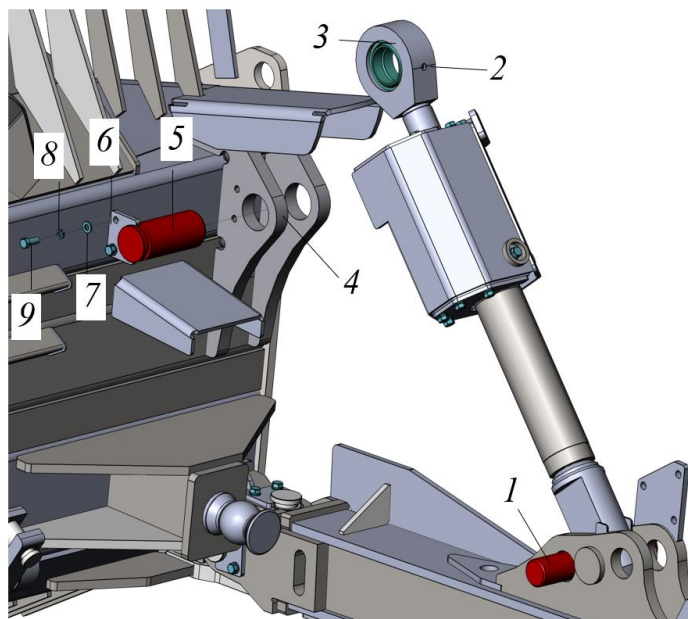

Рисунок 3.126. Крепление гидроцилиндра перекоса к зеркалу
- ▶ Придерживая гидроцилиндр перекоса извлечь фиксирующий палец 1, совместить проушину гидроцилиндра 3 с проушинами в зеркале отвала 4, установить палец 5 (см. рис. 3.126). Палец 5 зафиксировать при помощи стопора 6, шайб 7, 8 и болтов 9. Болты М20 поз. 9 затянуть моментом не более 390 Н*м.